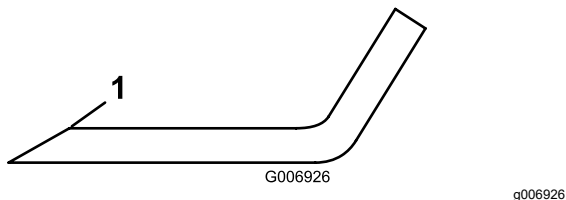

図 75
4. 全部のブレードの刃先を丁寧に点検する。刃先に磨耗や欠けがある場合には研磨するが、研磨は刃先の上面だけに行い、刃の元々の角度を変えないように十分注意する **図 75**。